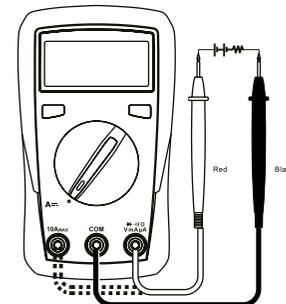

Abbildung 3
5. Gleichstrommessung (siehe Abbildung 3)